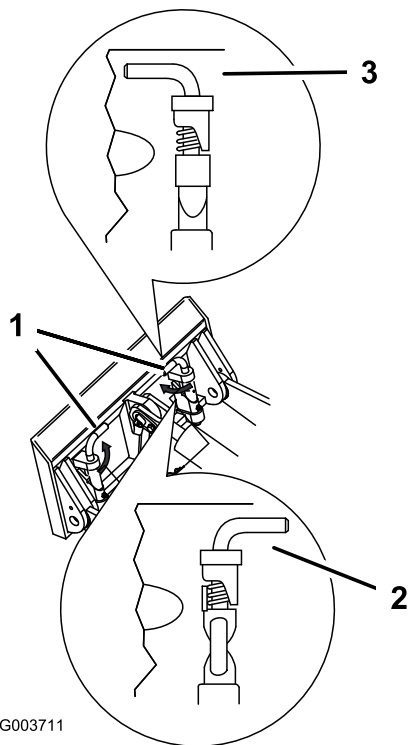

図 14
7. クイック取り付けピンを取り付けプレートにはめ込み、確実にハマっていることを確認する 図 14。